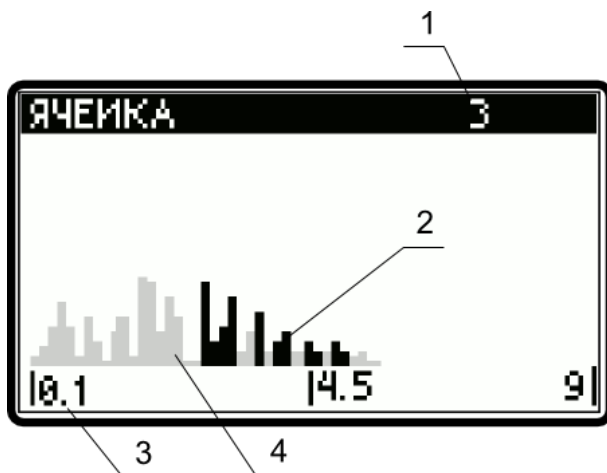

Рис. 6.7 Экран просмотра
6.4.3 Для просмотра записанного спектра по п.6.4.1 в меню работы с памятью кнопками  ,  выбрать строку «ПРОСМОТР». Нажать кнопку . На экране отобразится номер ячейки и график спектра (рис. 6.7).